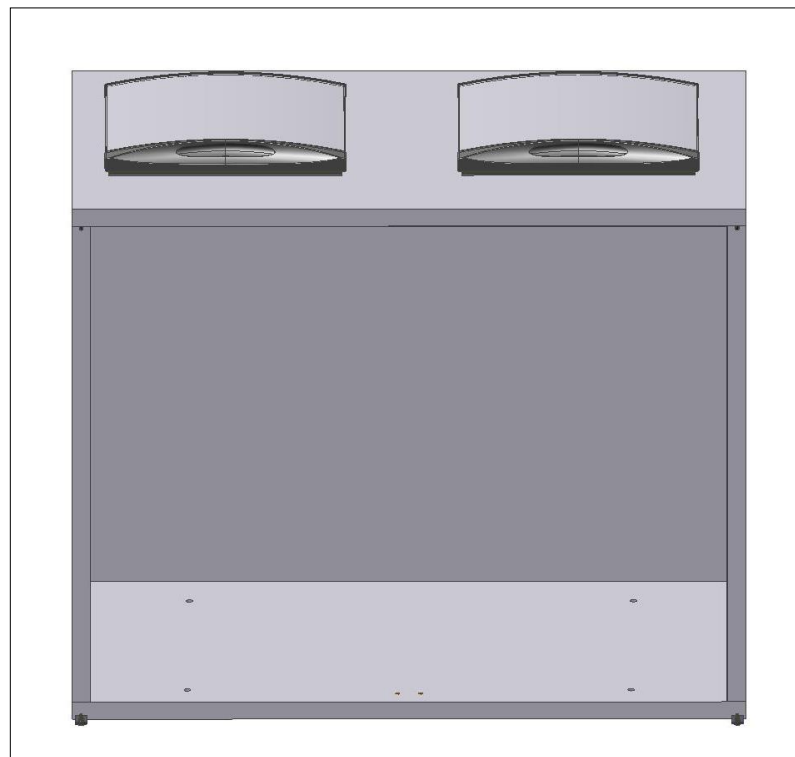

Fig. 7
- Inserire il **pannello del piano** sui pannelli laterali e sui pannelli del retro, fissare solo al retro (Fig.7);